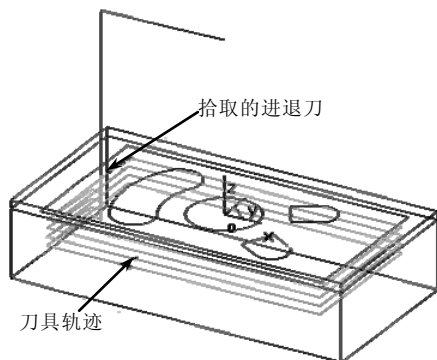

图 2-64 生成刀具轨迹
2) 拾取箭头方向后，系统提示“拾取进刀点”，拾取进刀点后又提示“拾取退刀点”，拾取后系统开始计算，稍后得出刀具轨迹如图 2-64 所示。